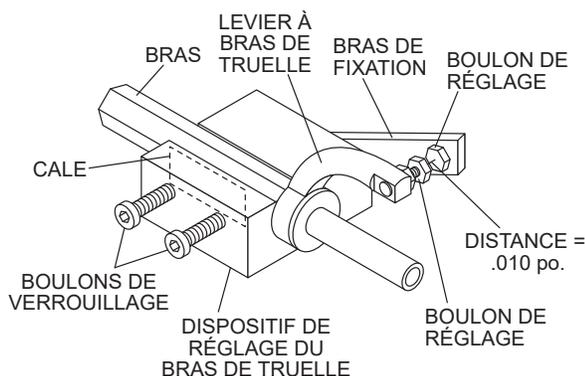

Figure 58. Composants du dispositif d'ajustement du bras de truelle
3. Dévisser les boulons de verrouillage de l'outil de réglage et placer le bras de truelle dans le canal de fixation comme indiqué sur la Figure 58. Il peut être nécessaire d'utiliser des cales Athin pour recouvrir les trous de la lame sur le bras de truelle. Veillez à aligner le boulon de réglage de la truelle avec le boulon de réglage de la fixation.
5. Ajustez la "distance" du boulon indiquée à la Figure 58 pour qu'elle corresponde à l'un des bras. Les autres bras seront ajustés en fonction de cette distance.